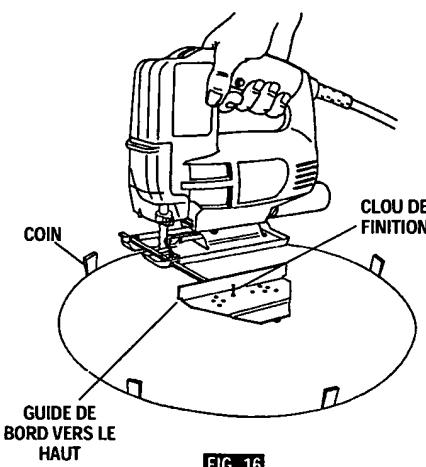

FIG. 16
2. Percez un trou ou faites une coupe en plongée près du bord du cercle, mettez la scie hors tension et retirez le cordon de la prise de courant (fig. 16).
Conseil pratique : Procédez lentement de sorte que la lame reste bien droite dans le trait de coupe. Insérez des petits coins de bois dans le trait de coupe (comme l'indi la fig. 16), pour empêcher le disque intérieur de se décentrer quand vous serez sur le point de terminer la coupe.